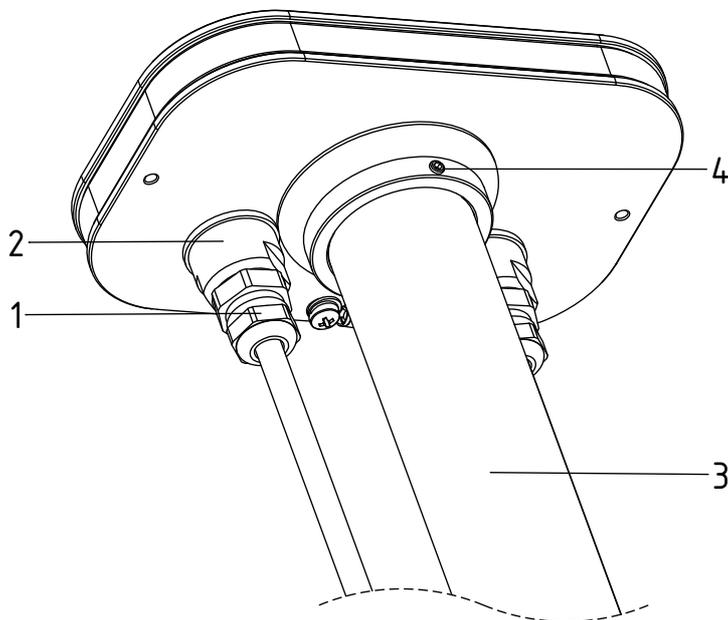

Abb. 6:
- ENERGIZER LR20 ALKALINE POWER(siehe Kapitel 3.4.2 "Batteriewechsel \(Abb. 6\)", Seite 15).
- Der Austausch der Batterien darf nur erfolgen, wenn sichergestellt ist, dass zu diesem Zeitpunkt keine explosionsfähige Atmosphäre existiert (siehe Kapitel 3.4.2 "Batteriewechsel \(Abb. 6\)", Seite 15).
- Längs des gesamten Verlaufs des Messstromkreises ist Potentialausgleich (PA) zu errichten (siehe Kapitel 4 "Betrieb", Seite 20).
- Zum Anschluss des Kabels zuerst die Überwurfmutter (1) der Verschraubung lösen; anschließend den Adapter mit der Kabelverschraubung (2) abschrauben (gemäß Abb. 6).
3.4.2 Batteriewechsel (Abb. 6)